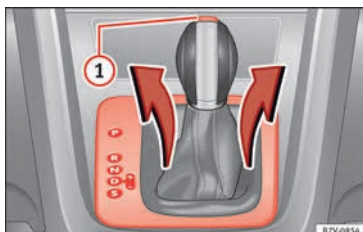

Abb. 50 Abdeckung der Schaltkulisse abbauen.
- Abdeckung im Bereich der Wählhebelsmanschette nach oben ziehen » **Abb. 50**.
- Sperrtaste » **Abb. 50**  im Wählhebelgriff drücken und Wählhebel in Stellung **N** bringen.